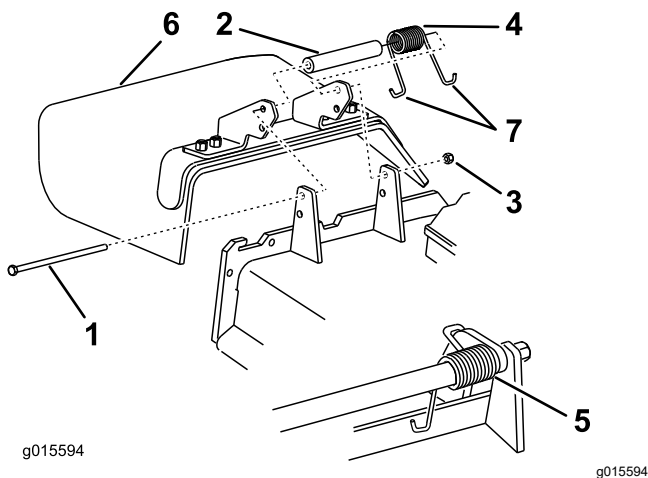

Figure 89
1. Retirez le contre-écrou, le boulon, le ressort et l'entretoise qui fixent le déflecteur aux supports de pivot (Figure 89).
2. Enlevez le déflecteur s'il est endommagé ou usé (Figure 89).
Remarque: Prenez soin de placer une extrémité en J du ressort derrière le bord du tablier avant de mettre le boulon en place, comme montré à la Figure 89.
6. Placez une extrémité en J du ressort autour du déflecteur d'herbe (Figure 89).